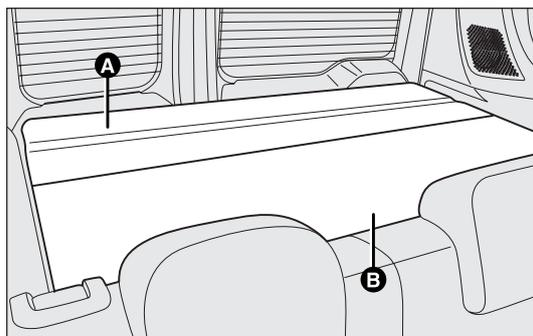
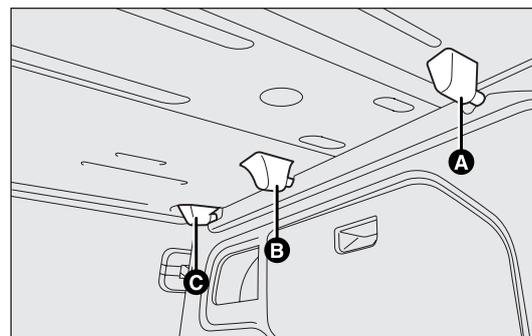

fig. 87
fig. 88
- abra las puertas de hojas traseras; levante la parte delantera A-fig. 87 desenganchando el perno A-fig. 88 de su alojamiento;
- levante la parte trasera B-fig. 87 desenganchando los pernos B y C-fig. 88 de sus alojamientos.